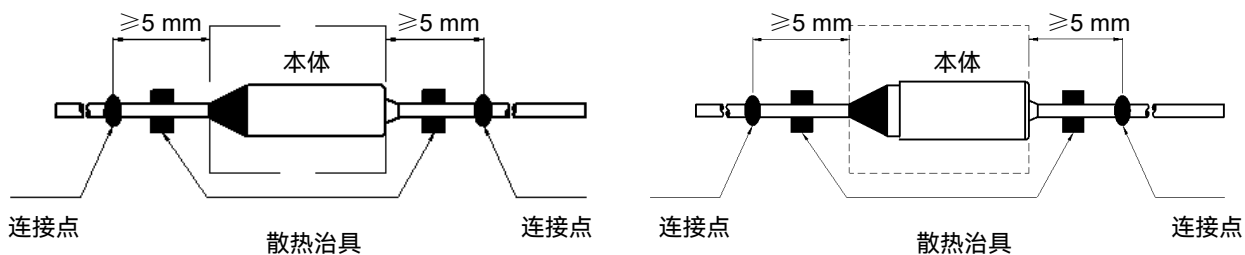

图2
2. 引线上的连接点距离温度保险丝本体应 $\geq 5\text{ mm}$ （参考图2）。
3. 在钎焊过程中，焊点与温度保险丝之间应使用散热装置（参考图2）。
3. 在点焊过程中，焊点与温度保险丝之间应使用散热装置（参考图2）。